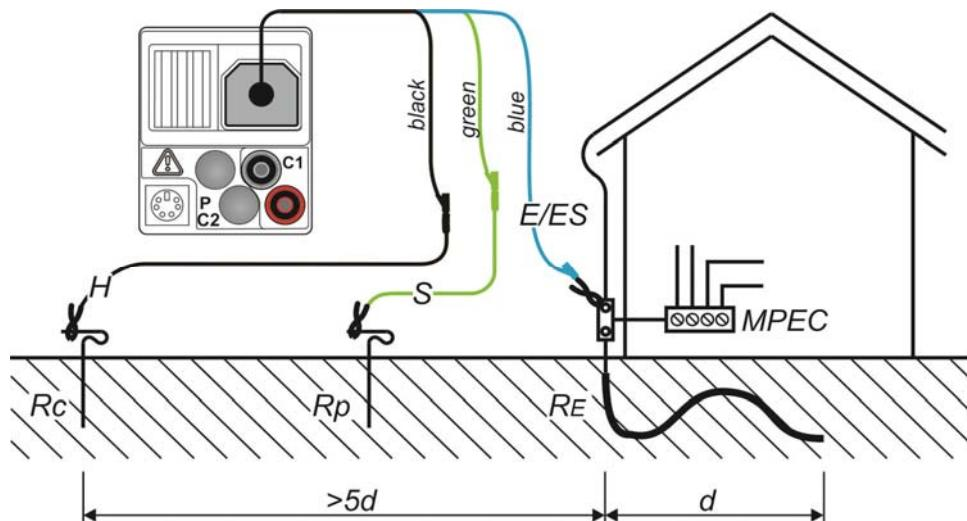

Рисунок 5.36: Сопротивление заземления, измерение сопротивления главной шины заземления здания
- **Подсоедините** исследуемый компонент (см. Рисунок 5.36: Сопротивление заземления, измерение сопротивления главной шины заземления здания , Рисунок 5.37: Сопротивление заземления, измерение сопротивления системы молниезащиты и Рисунок 5.39: Бесконтактное измерение сопротивления заземления).